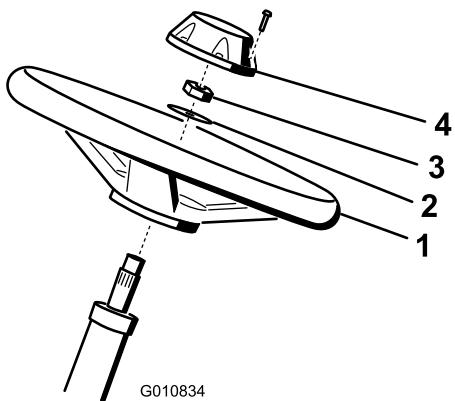

Figure 5
- Glissez le volant sur l'arbre de direction (Figure 5).
- Glissez la rondelle sur l'arbre de direction (Figure 5).
- Fixez le volant sur l'arbre au moyen d'un contre-écrou serré à un couple de 27 à 35 N·m (Figure 5).
- Montez le couvre-moyeu sur le volant et fixez-le avec 6 boulons (Figure 5).